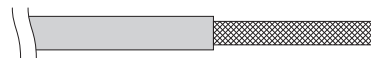

Abb. 4-9
- (1) Den Kabelmantel vorsichtig entfernen, ohne den Geflechtschirm zu beschädigen. (Abb. 4-9)